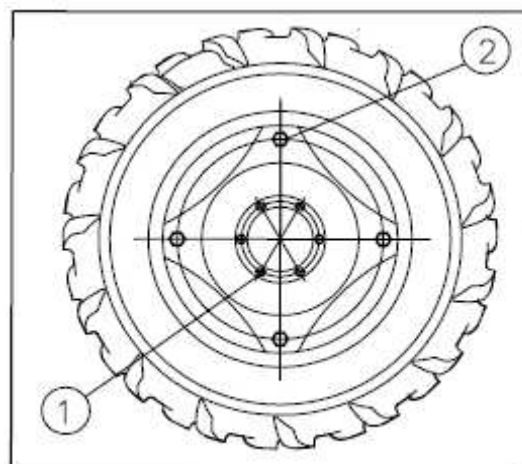

Fig. 4-23
Ajuste o binário das porcas e parafusos (1) (Fig. 4-23) que fixam a jante ao disco para 240 Nm e as que fixam o disco ao cubo da roda (2) para 280 Nm. Verifique sempre a pressão dos pneus.
A largura da via pode ser obtida com alguns tipos de pneus (ver tabela 4.3) Fig. 4-23